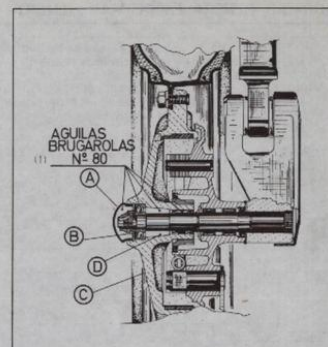

Fig. 4
C) Con el fin de mantener en perfecta eficacia el cojinete del tambor del freno delantero es necesario un perfecto engrase. Para efectuar la operación en cuestión proceder como sigue (Fig. 4):
1. Desmontar el guardapolvo (A) (capítulo desmontaje).
2. Aflojar con llave la tuerca (B) montada sobre el eje. (Distintas soluciones de montaje.)
3. Extraer el tambor (C).
4. Antes del remontaje, asegurarse que el funcionamiento del cojinete es correcto; si es así, proceder a su engrase rellenando la cámara de (D) del tambor con grasa: Aguilas num. 80 Brugarolas, Esso Beacon 3, AGIP GR MU Grasa litica grupo 8.º CAMPSA, Perfecoil APLI 5. (Cualquiera de las indicadas.)
5. Montar el tambor (C) sobre el eje porta-rueda, teniendo en cuenta que la toma del movimiento del cuenta-kilómetros existente en el interior de éste quede perfectamente engranada. (Ver capítulo de Montaje.)